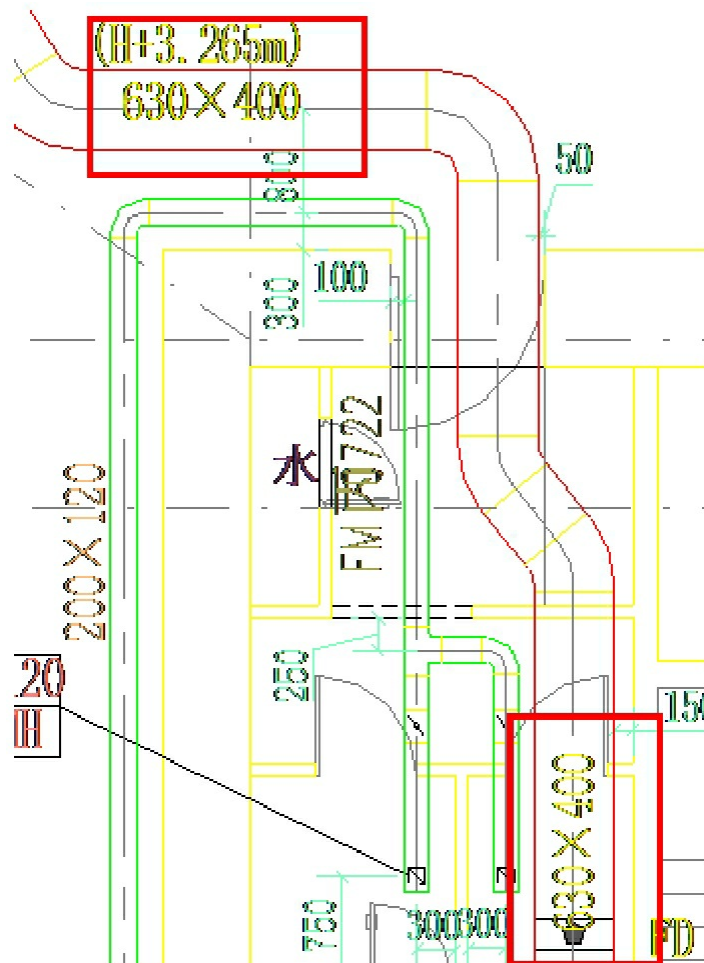

图2-63
(3) 绘制左侧楼梯间左边的送风风管。根据 CAD 底图，在选项栏中设置风管的宽度为630，高度为400，中间高程量为3 265，如图2-63所示。